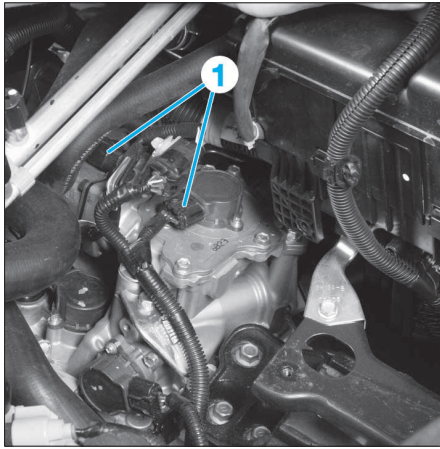

FIG. 8
- Débrancher les connecteurs (1) du moteur de l'actionneur d'embrayage et du capteur de position d'embrayage (fig. 8).